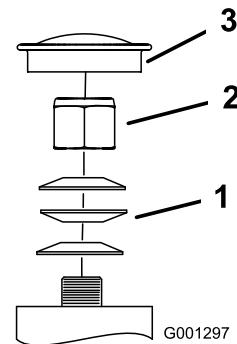

Figure 40
Important: Veillez à placer les rondelles comme illustré (Figure 40).
5. Remettez le capuchon anti-poussière en place (Figure 40).
3. Retirez le capuchon anti-poussière de la roue pivotante et serrez le contre-écrou (Figure 40).
4. Continuez de le serrer jusqu'à ce que les rondelles élastiques soient aplatis, puis desserrez-le de 1/4 de tour pour obtenir la précharge correcte des roulements (Figure 40).